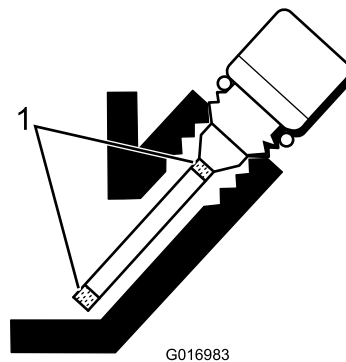

Figure 23
5. Si le niveau est trop bas, ajoutez suffisamment d'huile pour le faire monter entre les repères hachurés sur la jauge (Figure 23).